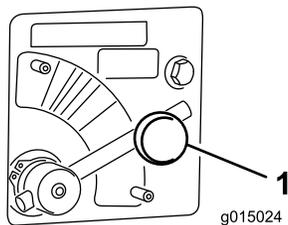

図 33
1. スピナーのバルブレバーを固定しているノブをゆるめる（図 33）。
2. スピナーバルブのレバーを、希望する色に合わせる (図 33)
スピナーバルブのレバーを **BLUE** (青=最高速度) にセットする (図 33)。レバーを一杯に回すと、レバーは水平になる。